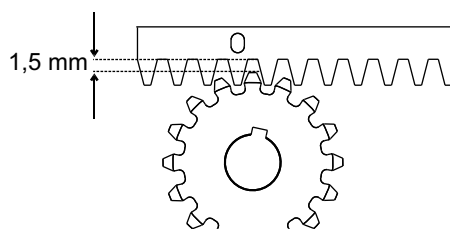

Abb. 12
**6.6.** Um zu verhindern, dass sich das Torgewicht auf das Ritzel verlegt, die gesamte Zahnstange um 1,5 mm anheben (Abb. 12);